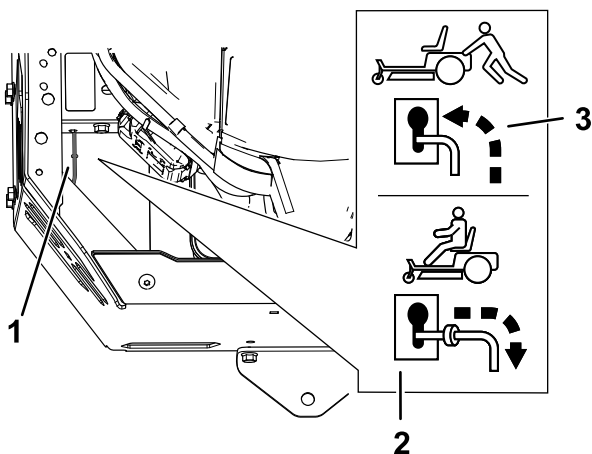

Figura 38
- Mueva las palancas de desvío hacia delante a través del orificio ranurado y hacia abajo para bloquearlas en esa posición (Figura 38).